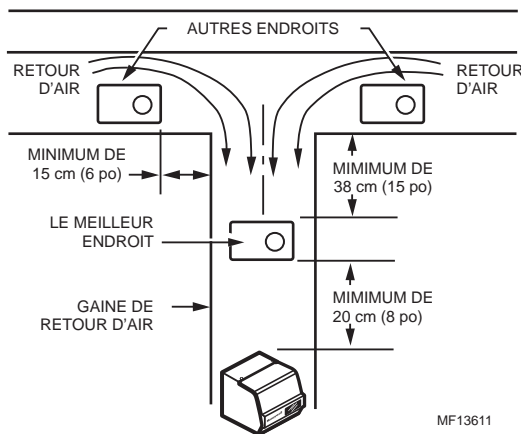

Fig. 3. Choix de l'emplacement de l'humidistat et de l'humidificateur sur la gaine.
- Dans un tel cas, l'installer en amont de l'humidificateur ou du collet de dérivation de façon qu'il détecte avec exactitude le degré d'humidité relative de la maison. Voir la figure 3.